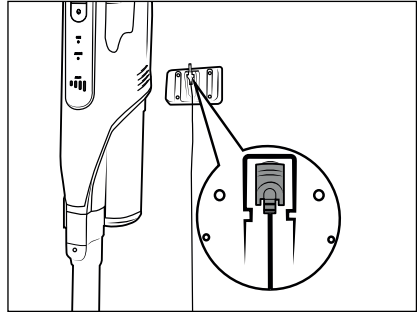

Fig. 6
- ◆ Sæt støvsugeren i vægholderen **13** ovenfra, så hulstikket **11** går ind i ladestikket **3** på undersiden af produktet. Batteriindikatoren **27** begynder at blinke, og opladningen starter (se fig. 6 og 7).